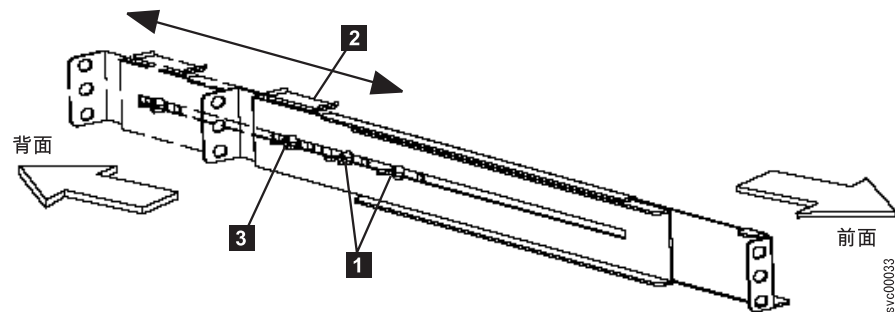

図 50. 2145 UPS-1U でのレールの縦の長さの調整
4. 両方のレール・アセンブリーのアセンブリー・ウィング・ナット **1** (図 50) を緩め、ラックの縦の長さに合わせてレール・サイズを調整します。
5. 後部の押さえブラケット (図 50 の **2**) をレール・アセンブリーの端に位置付け、ウィング・ナット (図 50 の **3**) を締めます。